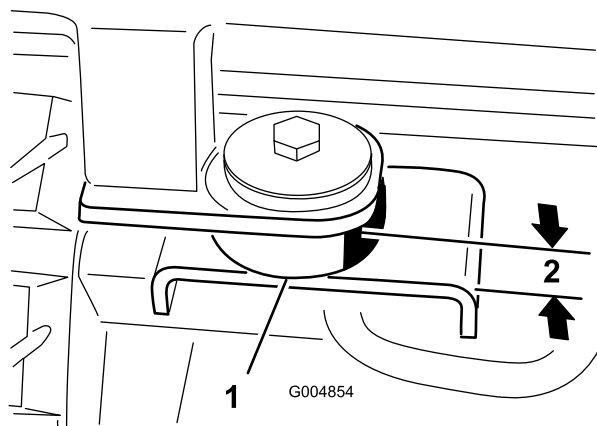

Figura 118
28. En los puntos de montaje traseros, sujete la cabina a la máquina con un perno (1/2 x 3 pulgadas), una arandela de acero (1/2 x 2-1/2 pulgadas), una arandela de goma (1/2 x 2-1/2 pulgadas) y una tuerca (1/2 pulgada) (Figura 118). Apriete los cuatro pernos de montaje de la cabina hasta que los soportes de goma queden comprimidos a un grosor de 2.2 cm (7/8 pulgada).